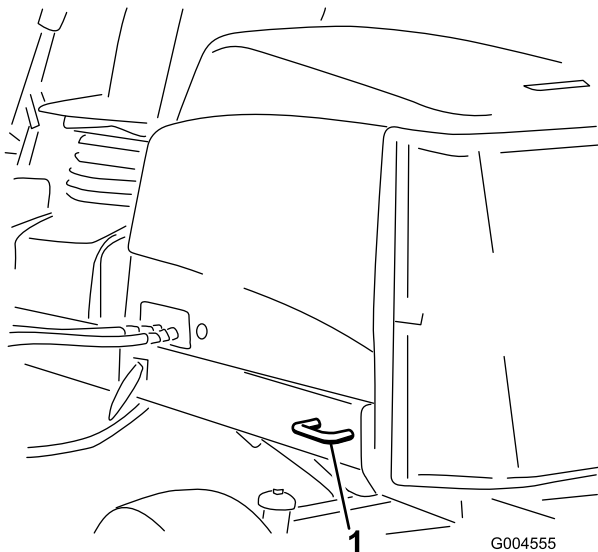

**Bild 45**
- Hinten: Jede Maschinenseite am hinteren Rahmen (Bild 45).